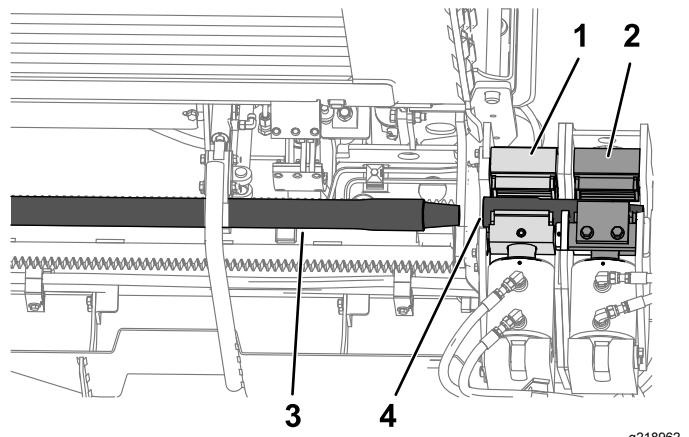

Figure 66
4. Ramenez la tige et la barre avant dans le guide-tige et dans les clés, en alignant l'épaulement du joint supérieur de la barre sur la clé supérieure (Figure 66).